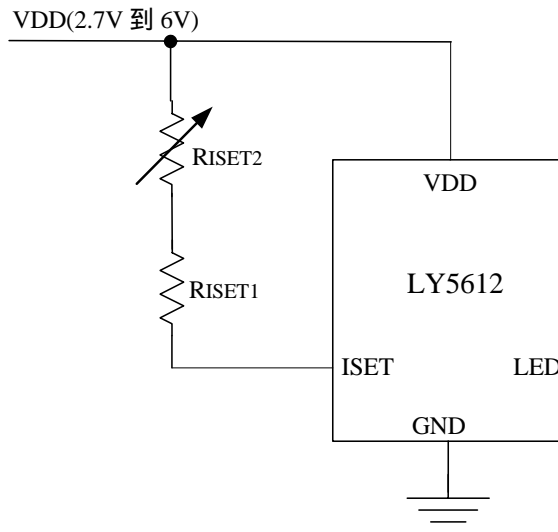

图7 用可变电阻调整发光二极管的亮度
3. 用可变电阻调整发光二极管的亮度（如图7所示）
用一个可变电阻可以连续调整发光二极管的亮度，如图7所示。 R_{ISET1} 设置了流经LED管脚的最大电流， R_{ISET2} 为可变电阻，改变 R_{ISET2} 的电阻值就可以连续改变发光二极管的亮度。